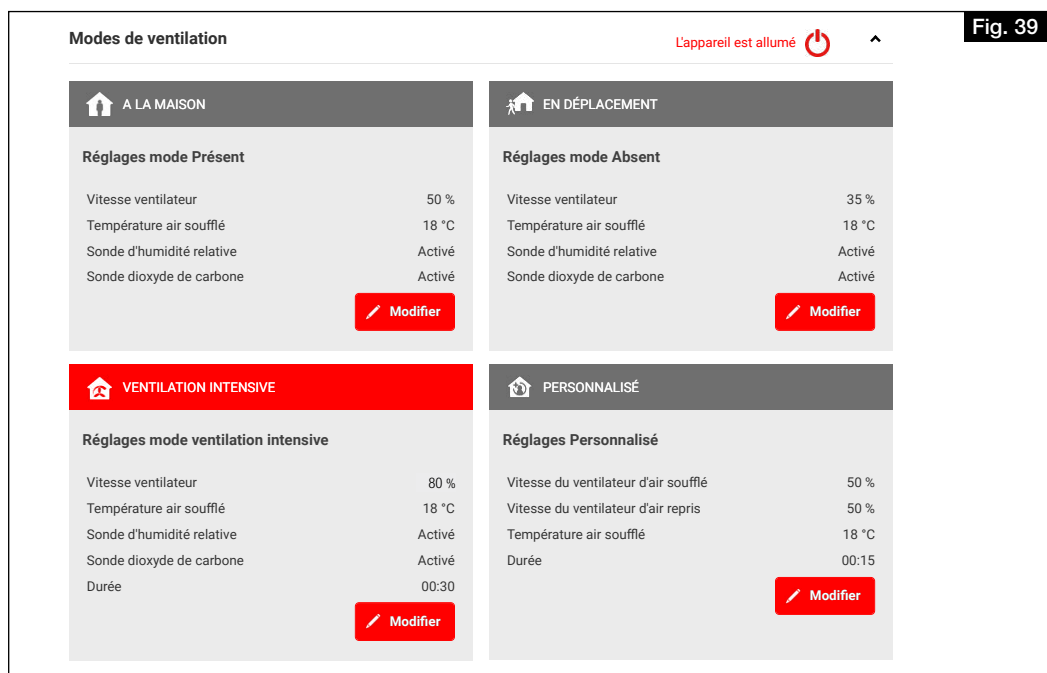

Fig. 39
2. À l'intersection des débits volumiques avec la courbe caractéristique du système, les performances du ventilateur à régler (en %) du profil de ventilation peuvent être lues approximativement. Il convient de les saisir dans le profil de ventilation correspondant à l'aide du logiciel easyControls ou de la commande KWL-BE Touch (voir Fig. 38 et Fig. 39).
Activer/désactiver les appareils dans le menu Accueil (voir Fig. 39)